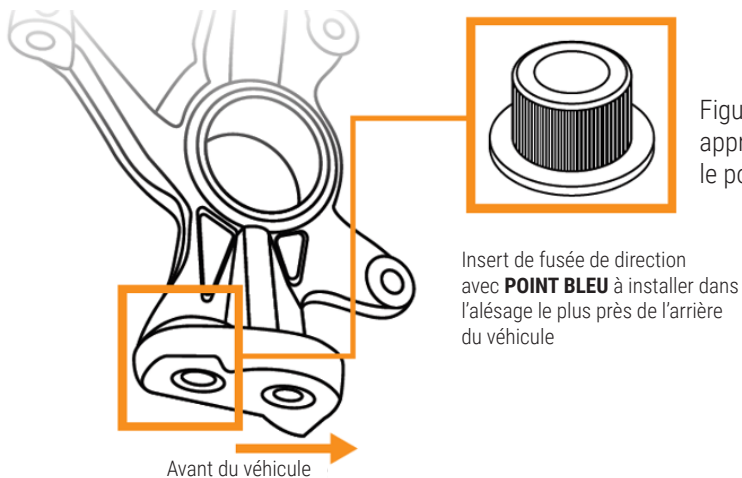

Figure 3. Position d'installation appropriée pour l'insert avec le point bleu.
- Cet insert à point bleu doit être installé dans l'alésage de fusée de direction le plus près de l'arrière du véhicule. **Voir la figure 3.**